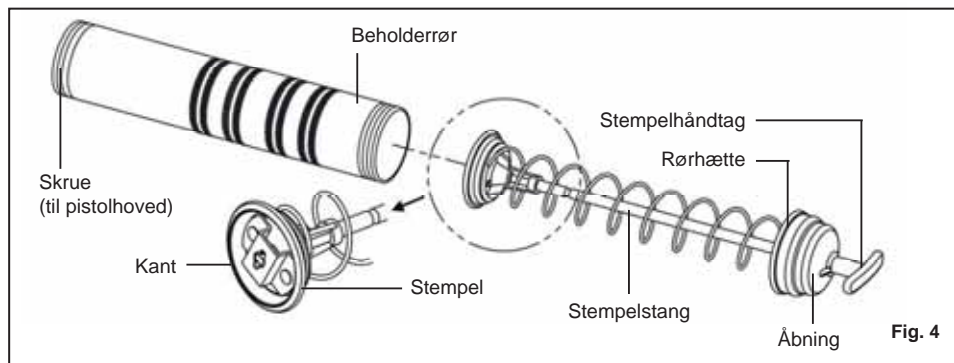

Fig. 4
1. Skru rørhætten af, og fjern den fra beholderrøret som i fig. 4.